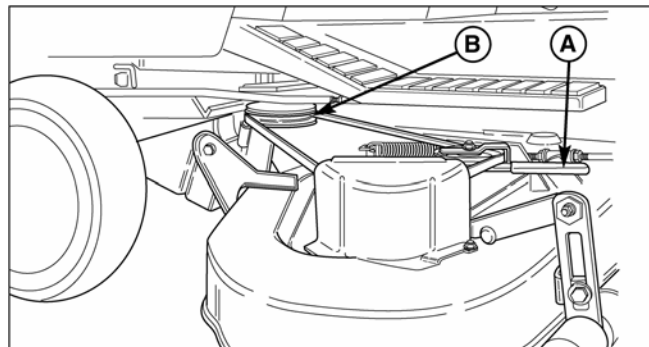

Рис. 5. Снятие и установка ремня
3. Передвиньте рычаг натяжного шкива (А, рис. 5), чтобы ослабить натяжение ремня. Снимите ремень со шкива ВОМ (В).
5. Передвиньте рычаг натяжного шкива (А, рис. 5), чтобы ослабить натяжение ремня. Установите ремень на шкив ВОМ (В).